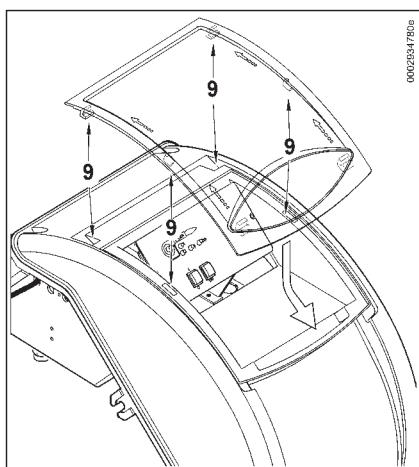

图5
- 为了正确地在电控面板(图5)上安装透明盖板，对应各自的点(9)定位挂钩，并按箭头方向滑动，直到听到轻微的接触。这时就可以确保密封良好。